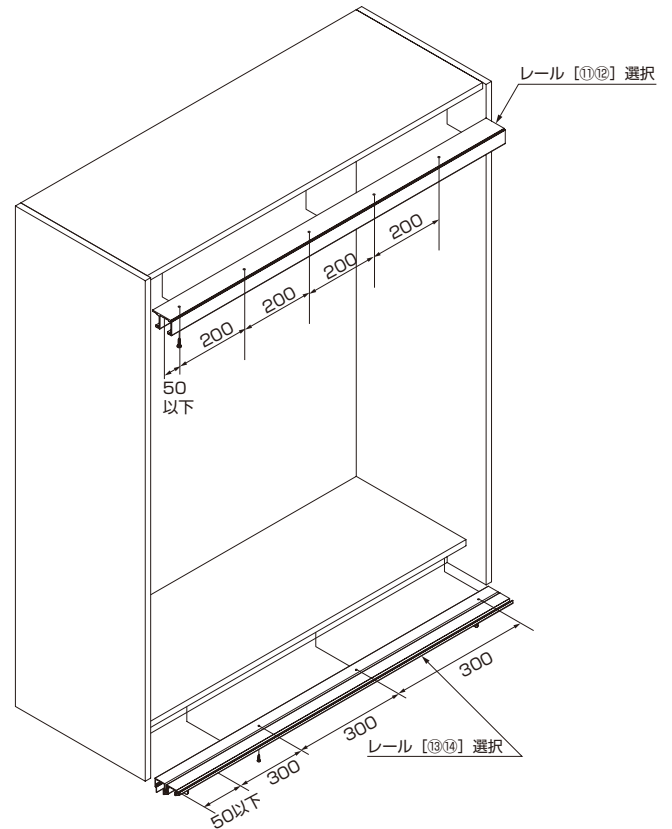
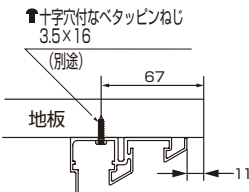

図 2-3-1
図 2-3-3
③ レールをキャビネットに取り付けます
(1)上用のレール(⑪または⑫)をキャビネットに、図 2-3-1 および次のように取り付けてください。
(2)下用のレール(⑬または⑭)をキャビネットに、図 2-3-1 および図 2-3-3のように取り付けてください。
[1]キャビネットの地板の下面に、その幅の中心と上用のレール(⑪または⑫)の長さの中心を合わせ、奥行方向は図 2-3-3 の寸法でねじで取り付けてください。